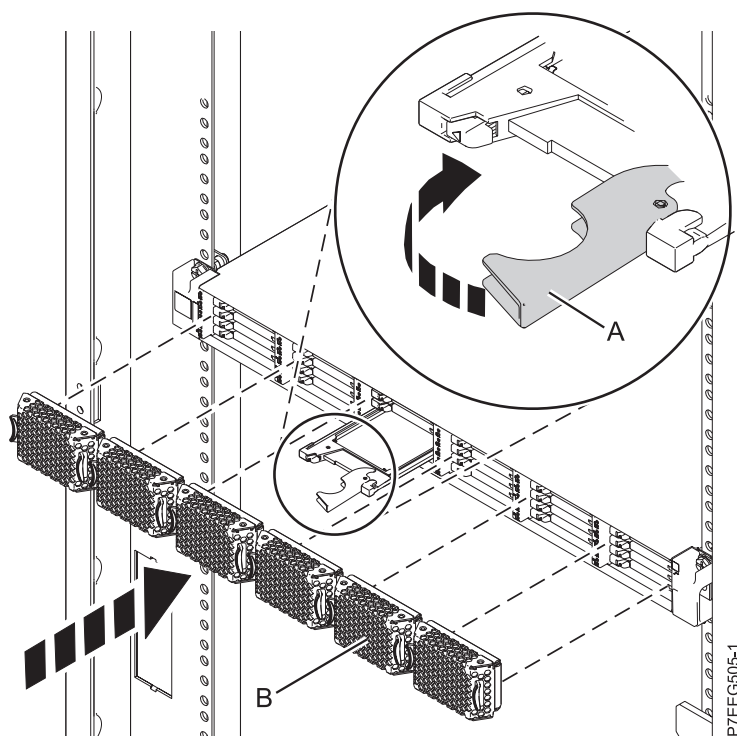

Figura 42. Sustitución de una unidad de estado sólido en Alojamiento de almacenamiento PCIe de EDR1.
4. Cuando el LED de identificación de la unidad de estado sólido se encienda de manera fija, deslice la unidad de estado sólido hasta el fondo de Alojamiento de almacenamiento PCIe de EDR1 y asegúrese de que queda totalmente encajada. A continuación, gire el asa (A) hasta la posición de bloqueo. Consulte Figura 42 en la página 72.
6. Instale la placa frontal (B).